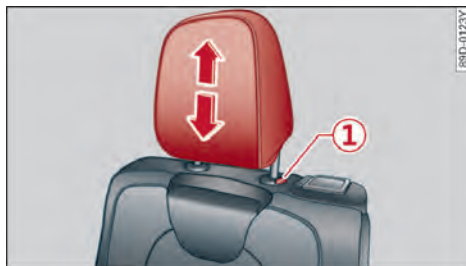
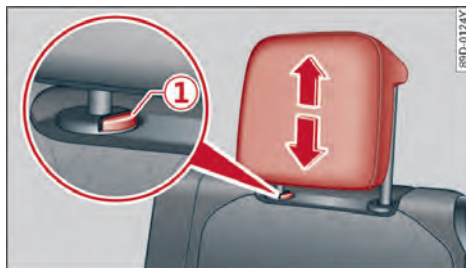

图 73 调节第二排座椅头枕
图 74 调节第三排座椅头枕
- ▶ 按按钮①⇒ 图 73 或⇒ 图 74。同时从靠背中将头枕拉出⇒ ⚠，在概述中，见第 57 页。